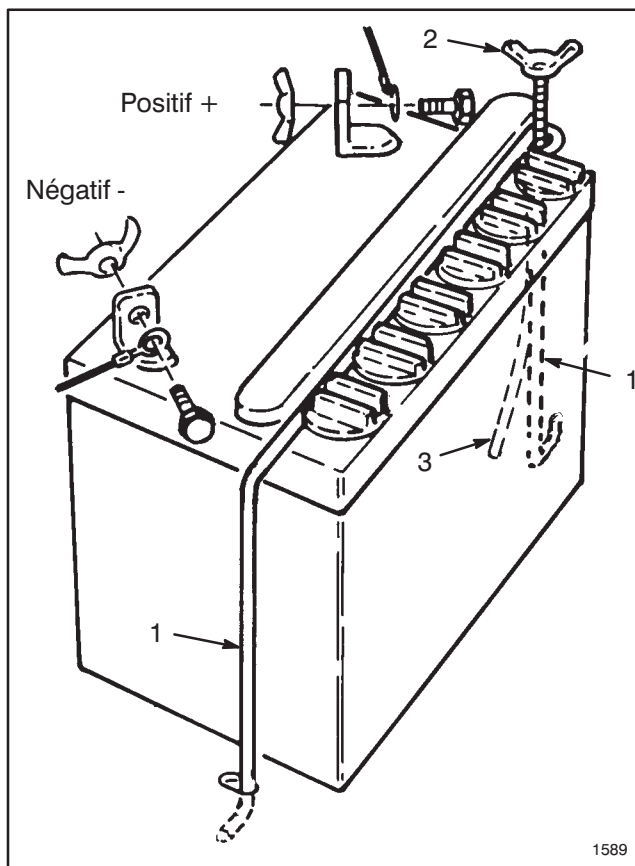

Figure 3
2. Retirer l'écrou papillon retenant les boulons de fixation au châssis de la machine (Fig. 3).
8. Réinstaller la batterie sur la machine, les bornes vers l'arrière, en faisant passer le tube d'aération par le trou du châssis (Fig. 3).
10. Reconnecter le câble positif à la borne positive (+) et le câble négatif (noir) à la borne négative (-) de la batterie et les fixer à l'aide des boulons et des écrous papillons (Fig. 3).